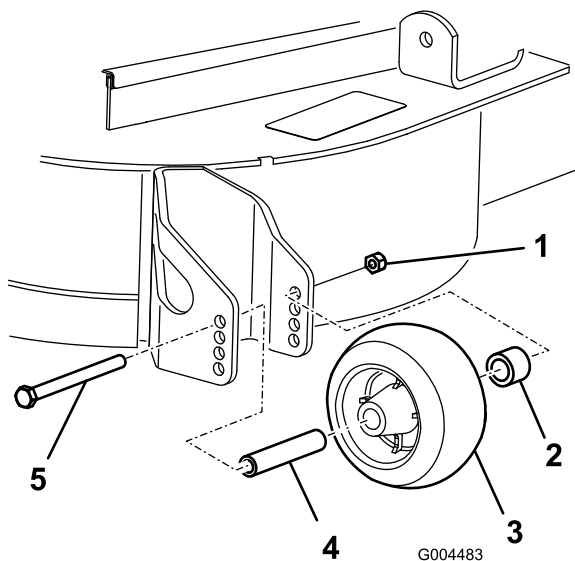

Figura 26
3. Después de ajustar la altura de corte, ajuste los rodillos retirando la tuerca con arandela prensada, el casquillo, el espaciador y el perno (Figura 26).
5. Instale la tuerca con arandela prensada, el casquillo, el espaciador y el perno. Apriete a 54–61 Nm (Figura 26).